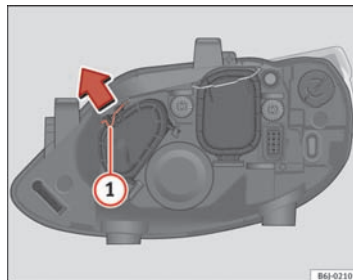

Fig. 149 Positionslens
- Forskyd holderen ① i pilens retning, og tag dækslet af ⇒ Fig. 149.